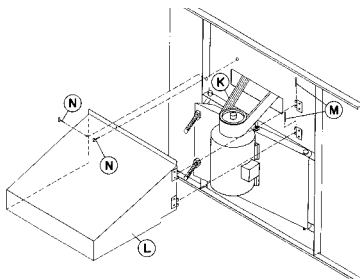

Figura 19 - Montaje de Correa y Carcasa Protectora
7. Introducir la correa de transmisión **K** (Figura 19) alrededor de las poleas del ventilador y motor. Tensar la correa mediante las tuercas del espárrago **G**. No tensar en exceso las correas. Una deflexión de 19mm en el centro de la correa es correcta, cuando se aplica una moderada presión con la mano.
9. Para montar la carcasa protectora del motor **L**, emparejar las bisagras y meter los pasadores **M**. (Ver figura 19).